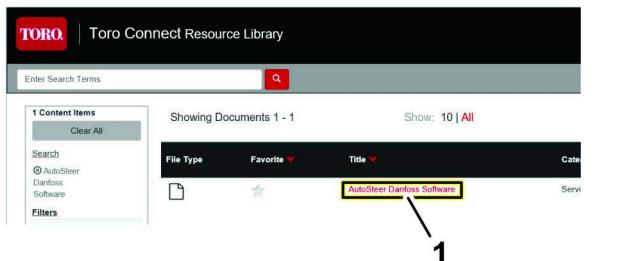

Figura 16
4. En la lista Mostrando documentos, haga doble clic en el enlace AutoSteer Danfoss Software (Figura 16).